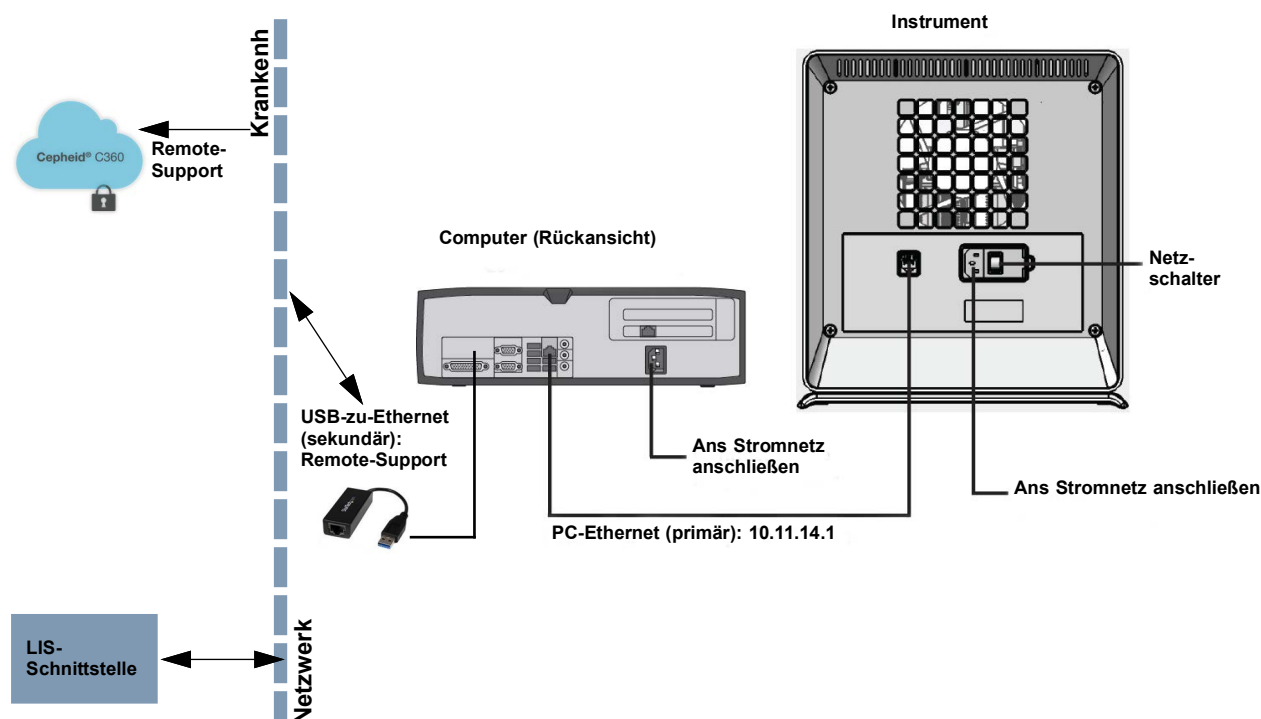
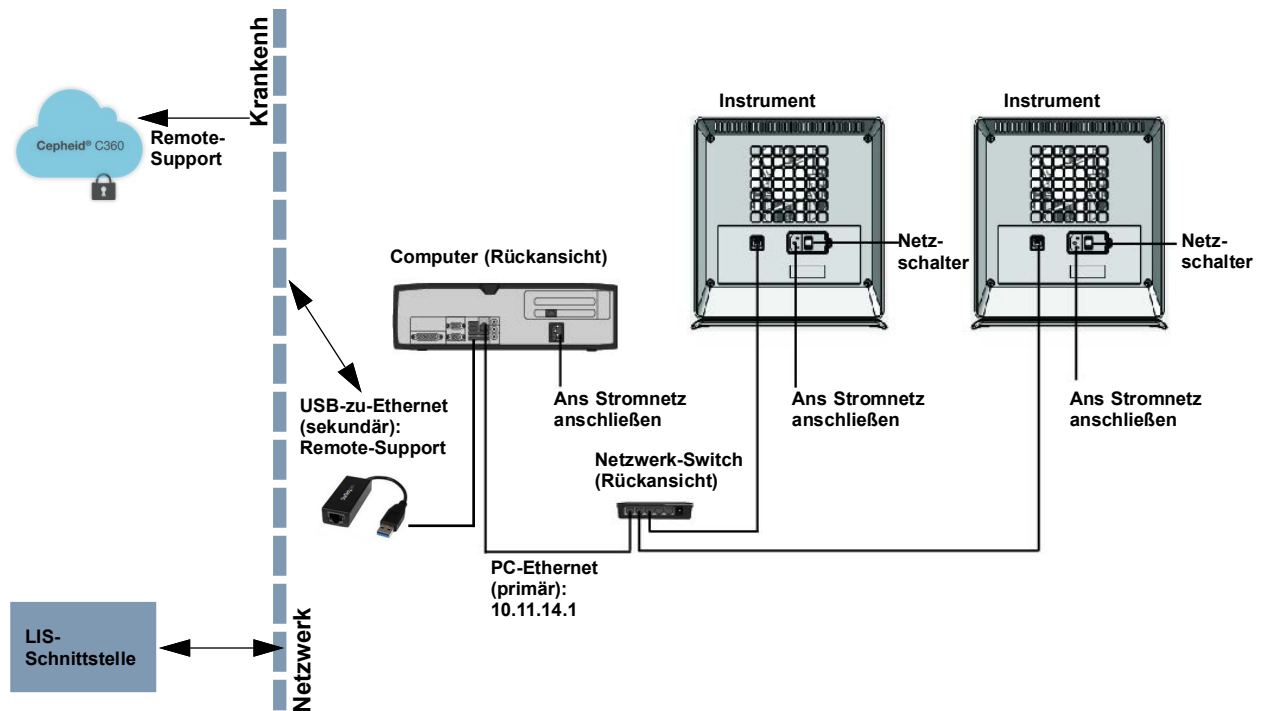

Abbildung 2-11. Anschließen des GX-IV-Instruments an C360
Abbildung 2-12. Anschließen mehrerer GX-IV-Instrumente an C360
3. Bestätigen Sie, dass die primäre Ethernet-Verbindung vom Computer zum Instrument (siehe Abbildung 2-11) bzw. Netzwerk-Switch (bei mehreren Instrumenten, wie in Abbildung 2-12 abgebildet) die IP-Adresse **10.11.14.1** verwendet.